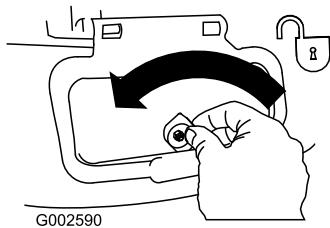

Figure 35
- Unlock the side-discharge door (Figure 35).